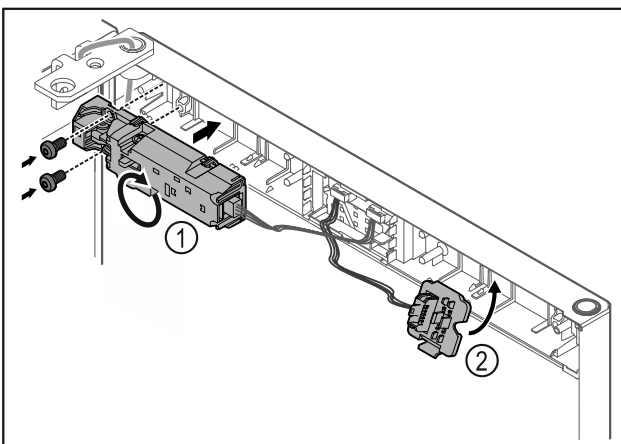

Fig. 21
- ▶ Поверніть дистанційний замок Fig. 21 (1) на 180° і закріпіть на протилежній стороні.
- ▶ Зафіксувати кріплення штекера Fig. 21 (2) на протилежній стороні.